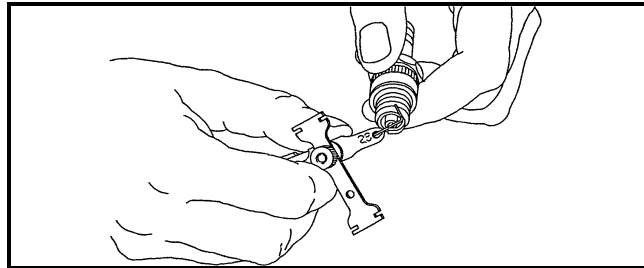

Figure 4.3 : Vérification du jeu entre les électrodes de la bougie d'allumage
3. Vérifier le jeu entre les électrodes de la bougie d'allumage à l'aide d'une jauge d'épaisseur. Régler le jeu à 0,76 mm en pliant l'électrode de terre avec précaution. Voir les figures 4.3 et 4.4.